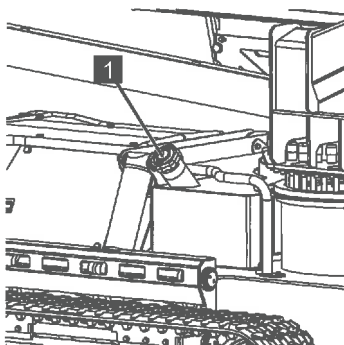

Abb. 153
4. Tankdeckel (Abb.153/1) aufschließen, gegen den Uhrzeigersinn lösen und sauber aufbewahren.